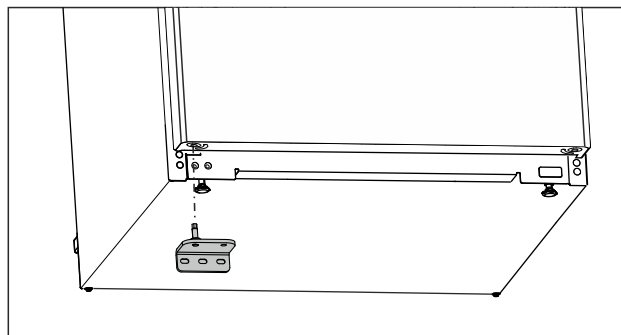

Fig. 20
- ▶ Установите нижний опорный кронштейн на противоположной стороне. (см. Fig. 20)